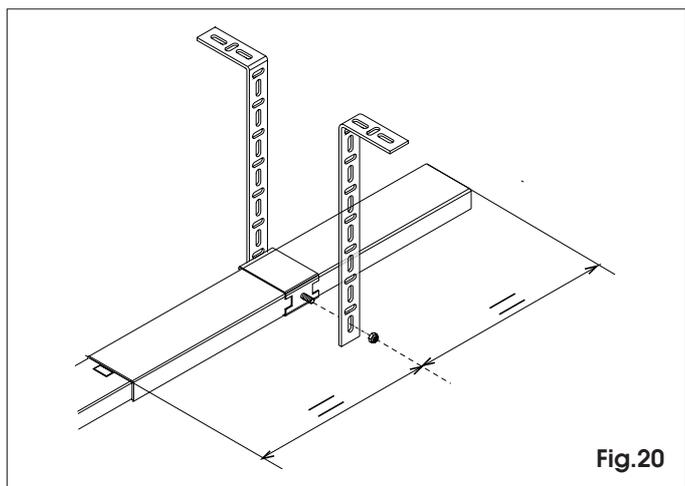

Fig.20
7.15 Se è stata utilizzata la guida di supporto centrale, preformare le staffe, bloccarle con dado e fissare al soffitto (fig.20).